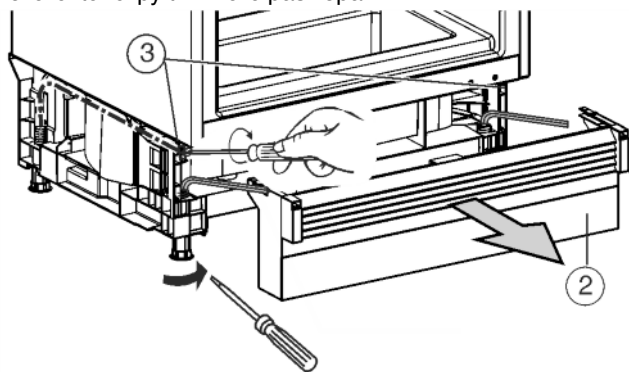

Fig. 12
- ▶ Движением вперед вытяните цокольную панель Fig. 12 (2). При необходимости извлеките нижнюю полку и установите более легкую.
- ▶ Выравнивание устройства с помощью установочных опор: выкрутите задние установочные опоры, используя винты Fig. 12 (3) попеременно. Выкрутите передние установочные опоры с помощью отвертки, при прикрученных установочных опорах с помощью торцевого ключа 8 мм. Устройство должно быть немного зажато в нише между полом и рабочей пластиной!